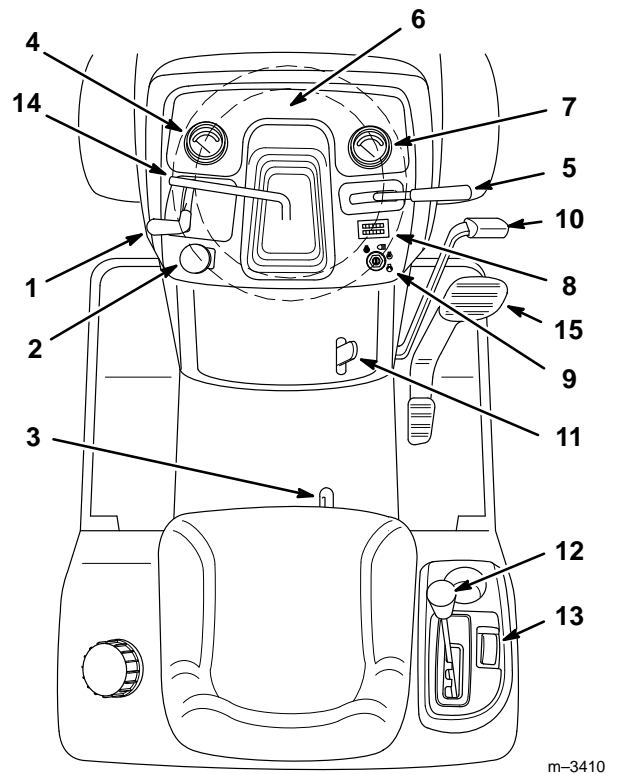

Figure 12
Avant de mettre le moteur en marche et d'utiliser la machine, familiarisez-vous avec toutes les commandes (Fig. 12).
1. Enfoncer la pédale de frein (Fig. 12) et la maintenir en position enfoncée.
2. Relever le levier de frein de stationnement (Fig. 12) et lâcher progressivement la pédale de frein. La pédale doit rester bloquée en position enfoncée.
1. Enfoncer la pédale de frein (Fig. 12). Le levier de frein de stationnement doit se déverrouiller.